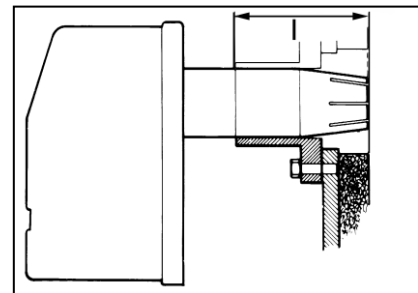

Bild 10
4. Heben Sie den Brenner gemäß Bild 10 **7A** ein wenig an;